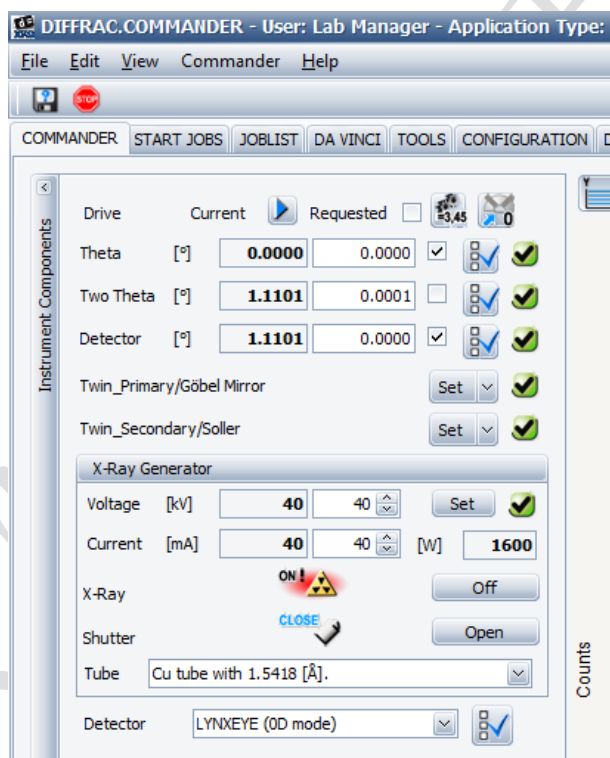

图 5-1
- (1) 将入射光端及探测器端的索拉狭缝都取下，左侧入射光端固定狭缝位置放置1.0mm的狭缝，右侧放入0.2毫米Cu吸收片。
- (2) 前置Twin optics中选择Gobel mirror，后置Twin Optics中选择Soller，去掉入射和衍射光路里面的所有轴向索拉狭缝（图 5-1）。